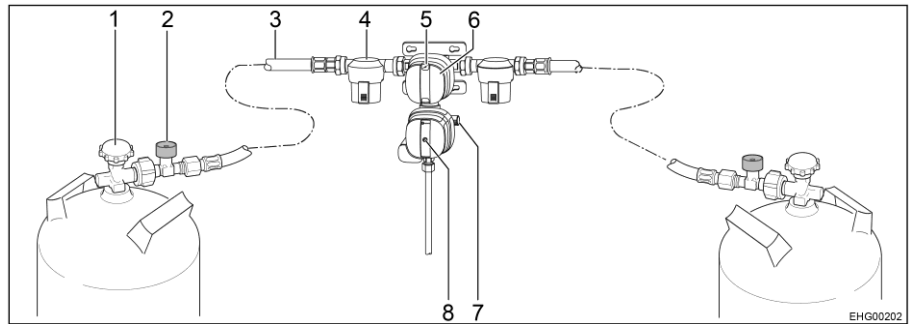

Bild 94 Sicherheitsgasdruck-Regelanlage DuoControl CS
Die DuoControl-Regelanlage besteht aus einem Umschaltventil und dem Crashsensor. Die DuoControl-Regelanlage ist zwischen den Hochdruckschläuchen (Bild 94,3) mit Schlauchbruchsicherung (Bild 94,2) montiert. Mit dem Drehknopf (Bild 94,6) am Umschaltventil kann bestimmt werden, welche der Gasflaschen als Betriebsflasche und welche als Reserveflasche verwendet wird.
Am Sichtfenster (Bild 94,5) wird der Status der Gasversorgung angezeigt:
Der Crashsensor sperrt die Gaszufuhr bei erheblicher Erschütterung (z. B. Unfall) ab. An der Stellung des gelben Resetknopfs (Bild 94,8) lässt sich der Betriebszustand des Crashsensors erkennen:
- Wenn der gelbe Resetknopf (Bild 94,8) hineingedrückt ist, ist der Crashsensor betriebsbereit.
- Wenn der gelbe Resetknopf (Bild 94,8) hervorsteht, ist der Crashsensor **nicht** betriebsbereit. Inbetriebnahme siehe unten.
Die Schlauchbruchsicherung (Bild 94,2) sperrt den Gasfluss, wenn der angeschlossene Schlauch bricht. Die Schlauchbruchsicherung muss durch Drücken der grünen Taste aktiviert werden.
- Mit dem Drehknopf (Bild 94,6) am Umschaltventil die Gasflaschewählen, der vorrangig das Gas entnommen werden soll (Betriebsflasche). Den Drehknopf immer bis zum Anschlag drehen.
- Haupt-Absperrventile (Bild 94,1) an den Gasflaschen öffnen.
- Grüne Taste der Schlauchbruchsicherung (Bild 94,2) ca. 5 Sekunden lang drücken. Am Sichtfenster (Bild 94,5) wird die grüne Markierung angezeigt.
- Wenn der Crashsensor ausgelöst hat (der gelbe Resetknopf (Bild 94,8) steht hervor):
Gelben Resetknopf (Bild 94,8) kräftig hineindrücken, leicht im Uhrzeigersinn drehen und 5 Sekunden lang gedrückt halten. Sicherstellen, dass der Resetknopf in der gedrückten Stellung ("betriebsbereit") bleibt.
- Haupt-Absperrventile (Bild 94,1) an den Gasflaschen schließen.
Wenn die grüne Kontroll-Leuchte (Bild 95,6) während des Betriebs erlischt und die rote Kontroll-Leuchte (Bild 95,5) aufleuchtet, ist die Betriebsflasche leer und muss gewechselt werden. Am Sichtfenster (Bild 94,5) der zugehörigen Gasflasche wird die rote Markierung angezeigt. Die Reserveflasche versorgt die Gasverbraucher weiterhin mit Gas.
- Drehknopf (Bild 94,6) bis zum Anschlag in Richtung der aktuell verwendeten Gasflasche drehen. Damit ist diese Gasflasche jetzt die Betriebsflasche, die leere Gasflasche wird zur Reserveflasche. Die Markierung im Sichtfenster (Bild 94,5) wechselt von rot auf grün.
- Haupt-Absperrventil (Bild 94,1) an der leeren Gasflasche schließen. Pfeilrichtung beachten.
- Grüne Taste der Schlauchbruchsicherung (Bild 94,2) drücken.